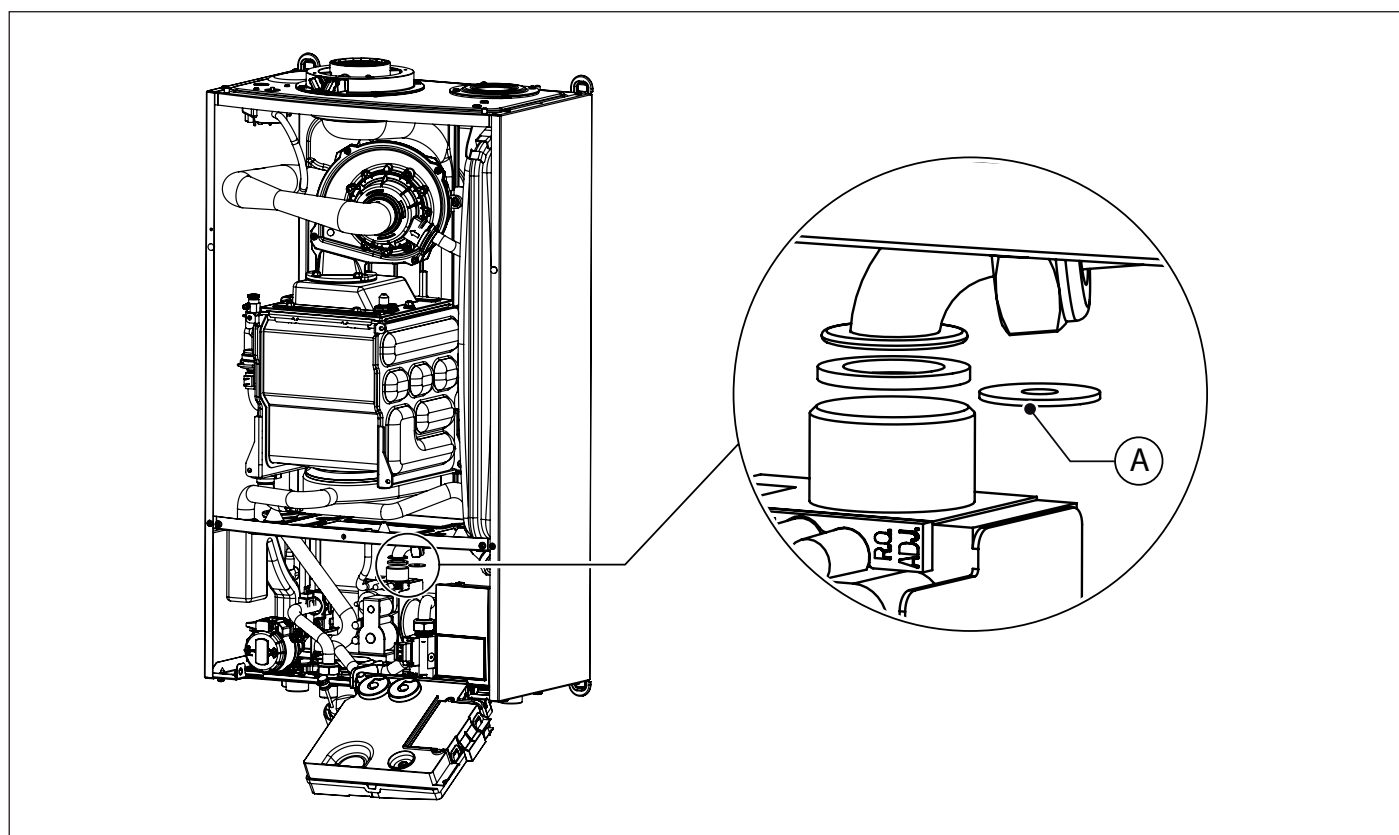

Рис. 23 Замените диафрагму газа
- Отсоедините трубку газа (см. Рис. 23 Замените диафрагму газа).
- Замените диафрагму газа (A) на новую в соответствии с типом газа (см. Рис. 23 Замените диафрагму газа).